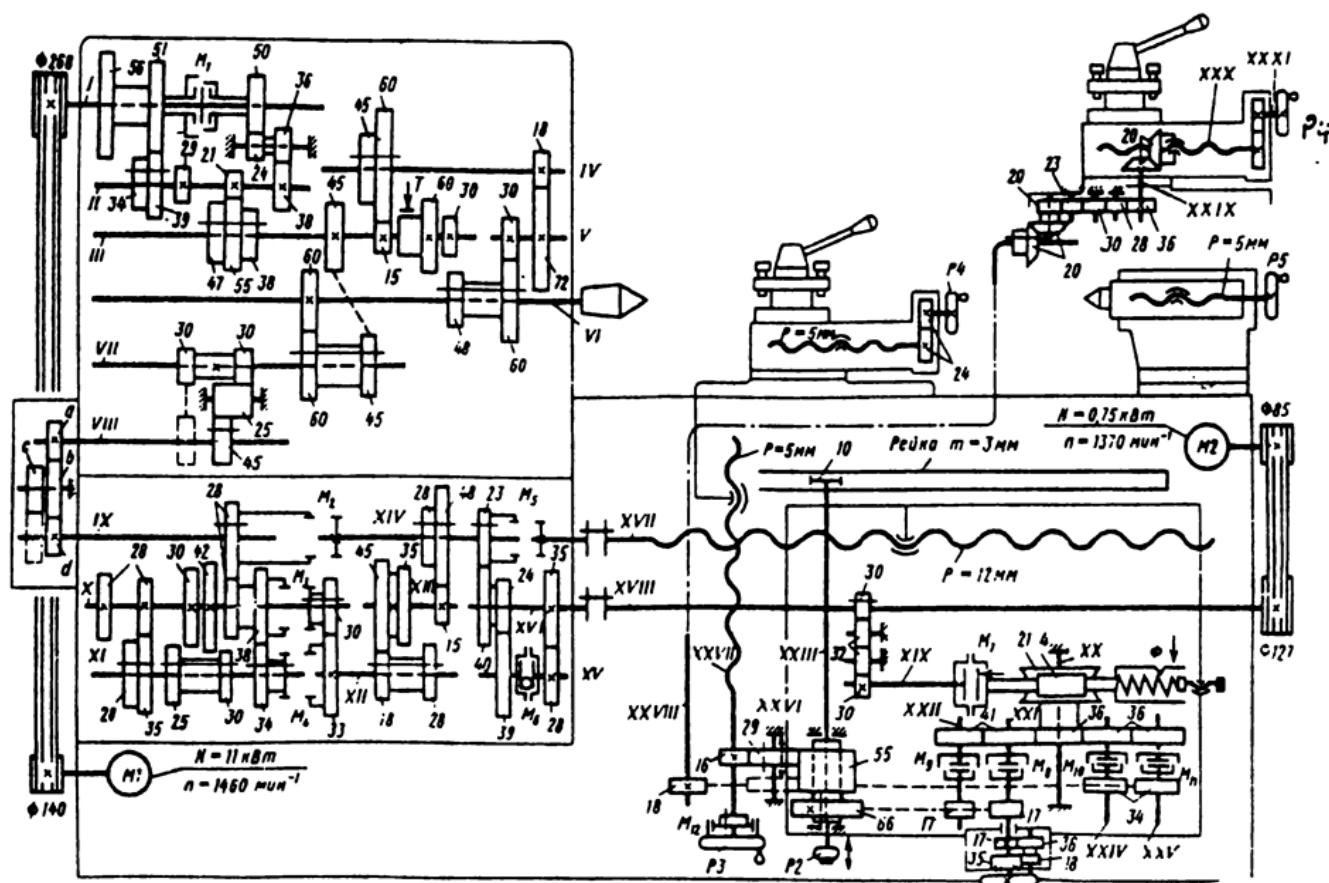

Рис. 1. Кинематическая схема токарно-винторезного станка 16К20
2. Рассмотрите рисунок 1. Кинематическая схема токарно-винторезного станка 16К20 и выполните следующие задания: